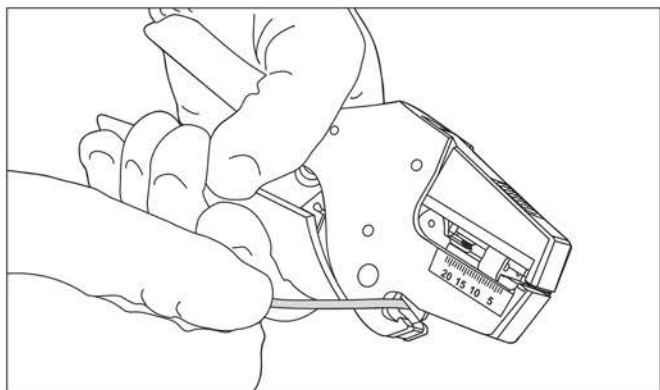

Рисунок 2
5.2 Отрезать необходимую длину провода. Для этого воспользуйтесь встроенным в стриппер резак (рисунок 2).